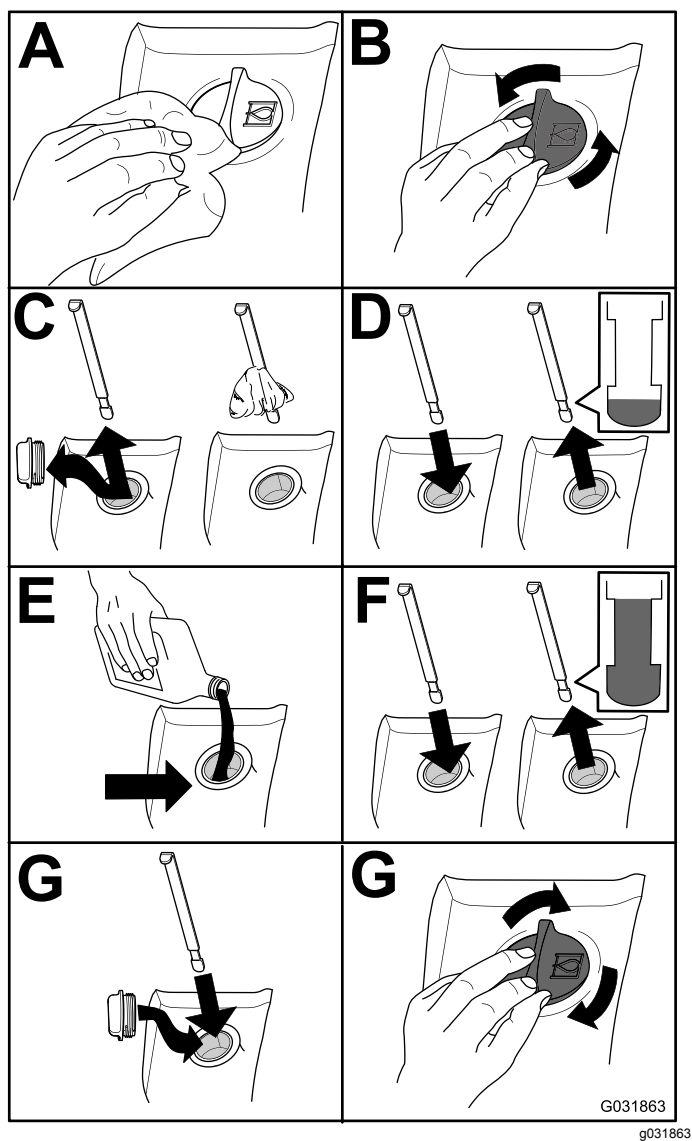

Рисунок 101
2. Проверьте уровень гидравлической жидкости (Рисунок 101).